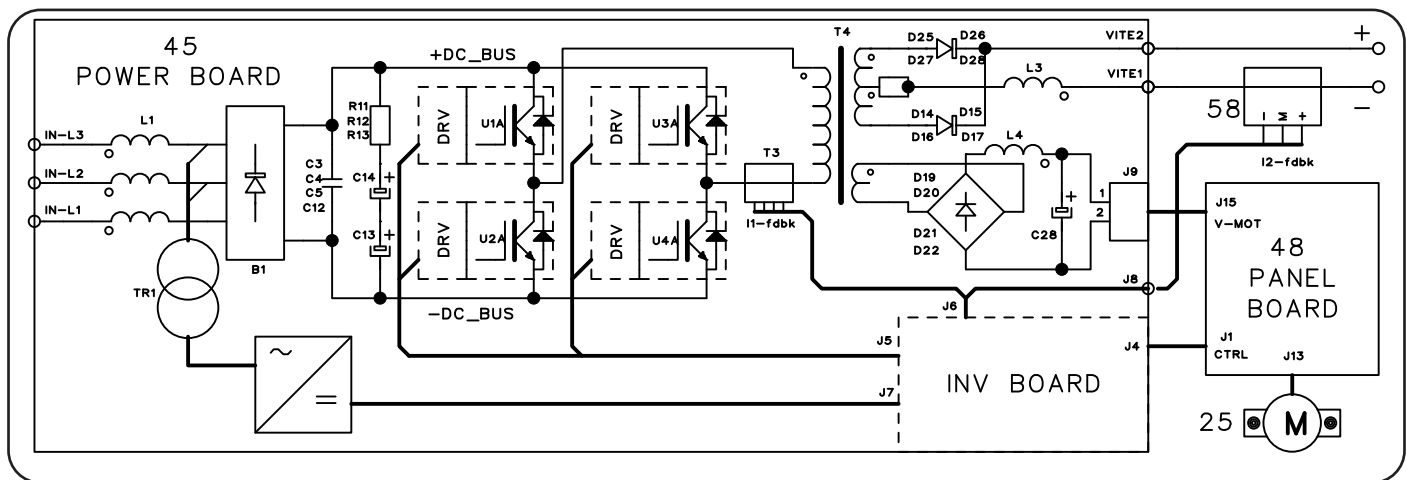

Fig. 2.3.2 (art. 324)
- art. 324, vedi Fig. 2.3.2 e Mappa connettori, par. 5.7:
- 220 Vac, fornita da una presa intermedia del primario del trasformatore servizi (62), per l'alimentazione del gruppo di raffreddamento, attraverso la presa L sul pannello posteriore del generatore.